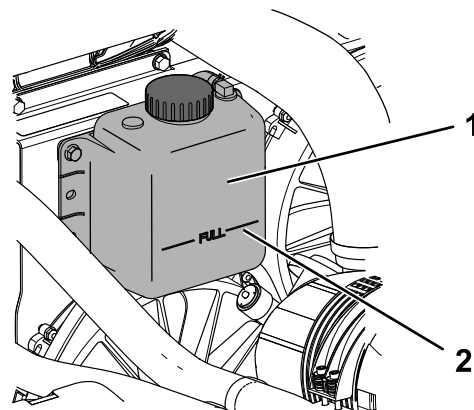

Figure 74
4. Contrôlez le niveau de liquide de refroidissement dans le vase d'expansion (Figure 74).